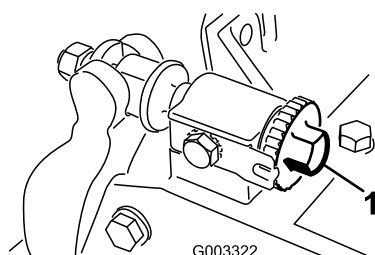
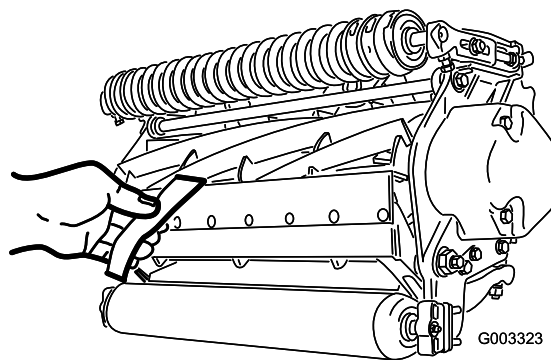

Figure 16
Figure 17
1. Placez la machine sur un sol plat et horizontal. Supprimez le contact avec le cylindre en tournant les vis de réglage de la barre d'appui dans le sens anti-horaire (Figure 16).
Important: Vérifiez que les écrous au bout des vis de réglage de la contre-lame ne reposent pas sur la surface de travail (Figure 16).
3. À une extrémité du cylindre, insérez une bande de papier journal entre le cylindre et la contre-lame (Figure 17). Tout en tournant lentement le cylindre en avant, tournez la vis de réglage de la barre d'appui (Figure 16) dans le sens horaire (du même côté du cylindre), un cran à la fois, jusqu'à ce que le papier soit pincé légèrement lorsque vous l'introduisez par l'avant, parallèle à la contre-lame. Vous devriez sentir une légère résistance lorsque vous tirez sur le papier.
5. Vérifiez ensuite si le cylindre peut saisir le morceau de papier inséré par l'avant et le couper lorsqu'il est inséré perpendiculairement à la contre-lame (Figure 17). Normalement, le papier doit être coupé avec un minimum de contact entre la contre-lame et les lames du cylindre. Si vous sentez un frottement ou un contact excessif du cylindre, vous devez alors roder ou rectifier les lames pour obtenir les tranchants nécessaires à une coupe de précision (voir le Manuel d'affûtage pour tondeuses rotatives et à cylindres Toro, Form No. 80-300PT).